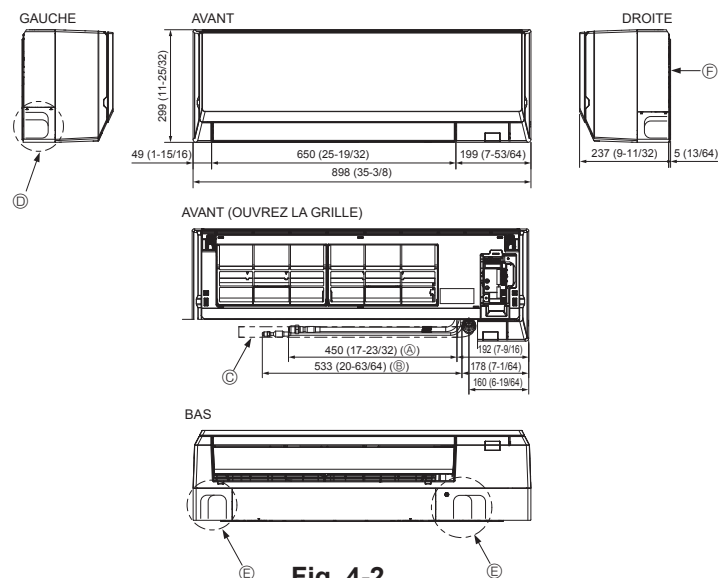

Fig. 4-2
4.2. Mise en place des tuyaux de réfrigérant et d'écoulement (Fig. 4-2)
- Ⓕ Plaque d'installation ①